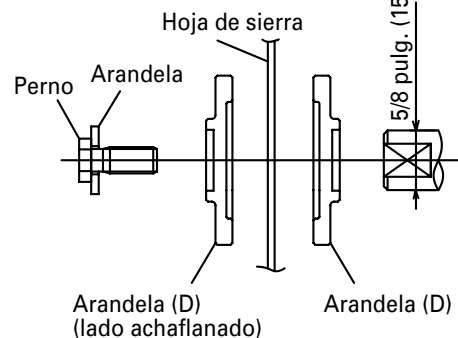

Fig. 33-d
- (7) Presione el bloqueador del huso y apriete el perno girándolo hacia la izquierda con la llave de accesorio estándar (llave de cubo de 10mm), como se indica en la Fig. 33-c.